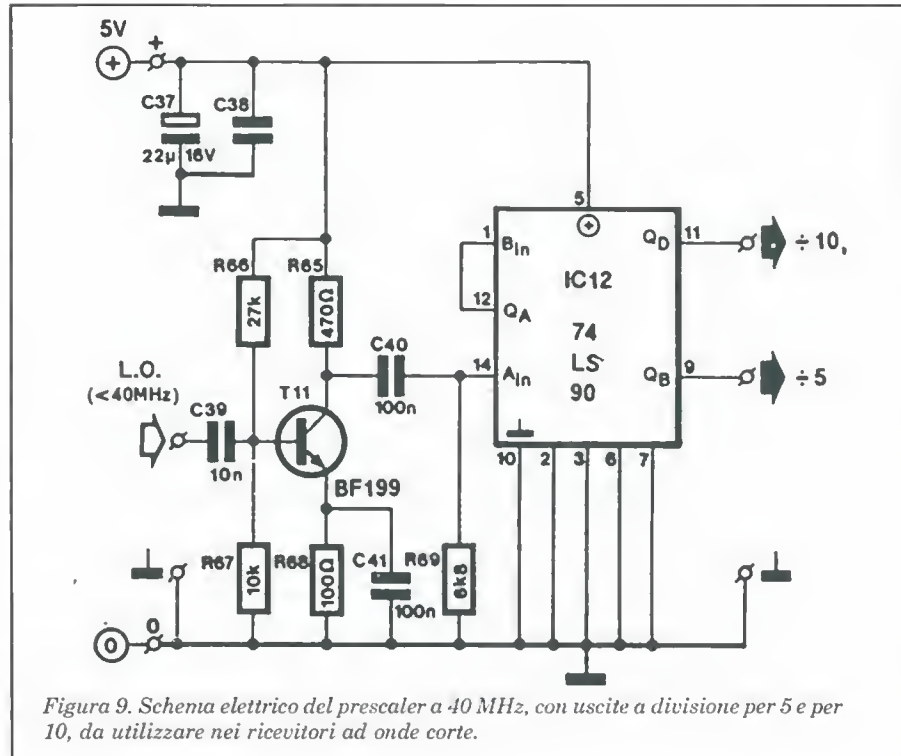

Figura 9. Schema elettrico del prescaler a 40 MHz, con uscite a divisione per 5 e per 10, da utilizzare nei ricevitori ad onde corte.
Lo schema elettrico del prescaler per ricevitori ad onde corte è illustrato in Figura 9. Il transistor T11 garantisce che l'oscillatore locale del ricevitore non risulti eccessivamente caricato e funziona contemporaneamente come amplificatore/pilota digitale per il divisore IC12. Il prescaler ha un'uscita divisa per 5 ed una divisa per 10 (riferirsi alla tabella 1 della prima parte). Può gestire segnali d'ingresso di oscillatore locale fino a circa 40 MHz ed ha una sensibilità di 150 mVeff a 20 MHz. Utilizzando un 74F90 nella posizione di IC12, la massima frequenza utilizzabile può essere aumentata a più di 60 MHz.
Il prescaler VHF è un circuito leggermente più complesso, come risulta dalla Figura 9. Prima del contatore/divisore per 10 ECL (IC13) c'è un amplificatore a larga banda a due stadi ed accoppiamento diretto, formato da T8 e T9. Quantunque, secondo i dati, l'SP8660 abbia un'uscita a collettore aperto compatibile con TTL e CMOS, sono necessari un certo interfacciamento ed una certa filtrazione del segnale prima di poterlo applicare all'ingresso LO (oscillatore locale) dell'MC145157 (IC1). La sensibilità del prescaler VHF diminuisce da 30 mVeff (a circa 100 MHz) fino a 500 mVeff (a 190 MHz); Facciamo notare che la seconda frequenza è maggiore del limite massimo specificato per l'SP8660. In un montaggio sperimentale, si è potuto riscontrare che il prescaler ha una frequenza d'ingresso massima assoluta di 250 MHz. Il guadagno di T9 è definito principalmente dal valore di R58.
- Prescaler HF (Figura 9)